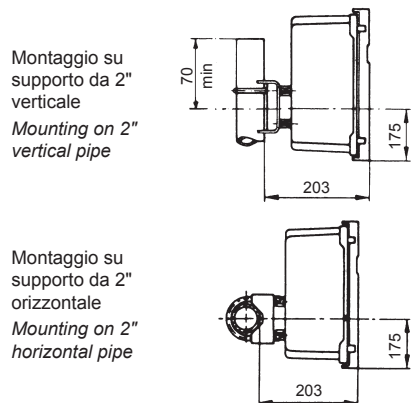

Fig. 4
**Il montaggio su supporto tubolare** può essere effettuato come indicato a Fig. 4, sia su tubi orizzontali che verticali da 2", utilizzando una apposita staffa orientabile di montaggio che viene fornita su richiesta.
**Pipe stand mounting** can be done as indicated in Fig. 4, either on horizontal or vertical 2" pipe and using an auxiliary rotatable mounting bracket that can be supplied on request as optional accessory.